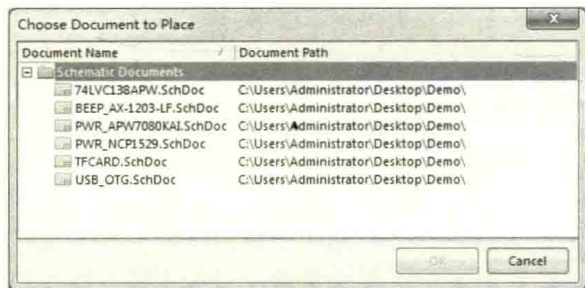

图 4-93 选择子图放置方块图
(3) 双击打开母图空白页，执行菜单命令“Design-Create Sheet Symbol From Sheet”，进入原理图关联对话框，如图 4-93 所示，罗列出了所有的子原理图。